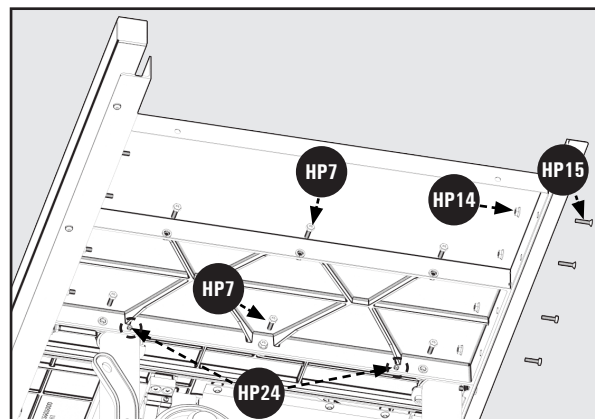

Figure 9
6. Retournez les deux ailes fixées ensemble et fixez-les sur le côté de la table de scie à l'aide de trois vis à tête hexagonale 5/16 18 x 7/8 pouces avec des rondelles de blocage (HP7). Voir la Figure 9.
REMARQUE : Il y a quatre vis de pression 5/16-18 (HP24) pour l'aile d'extension en fonte du 36-5100 T2. Deux vis de réglage pour chaque aile d'extension en fonte. Les vis de réglage sont utilisées pour ajuster le niveau. Voir la Figure 9.
REMARQUE : Il y a quatre vis de pression 5/16-18 (HP24) pour les ailes d'extension en fonte de la 36-5100 T2. Deux vis de réglage pour chaque aile d'extension en fonte. Les vis de réglage sont utilisées pour ajuster le niveau. Voir la Figure 9.